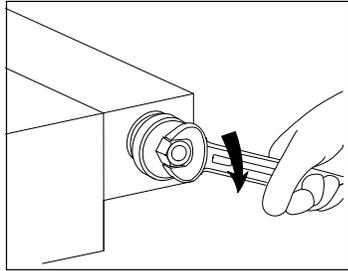

Fig. 5-9
3. Aparafuse o cartucho filtrante com uma chave de bocas ou com uma chave de luneta. Aperte bem à mão e não aplique demasiada força (fig. 5-9).